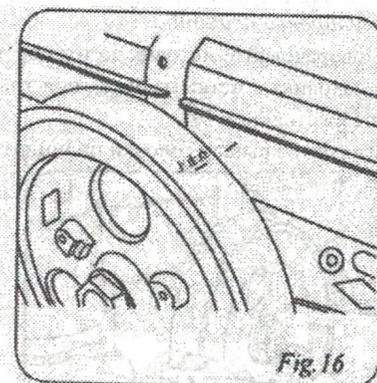

Рис. 16
5. Закройте выпускной клапан, чтобы предотвратить попадание пара или примесей, поступающих в цилиндр, следующим способом: проворачивайте маховик до тех пор пока его вращение возможно, откройте рычаг декомпрессора, чтобы продолжить поворачивать маховик до ВМТ, соотнесите метки: метку на маховике с меткой на баке охлаждающей жидкости (рис. 16).